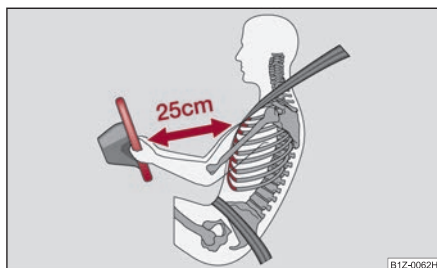

Fig. 145 Distancia de segu-
- El conductor se ha de mantener a una distancia mínima de 25 cm del volante ⇒ fig. 145. Si no respeta la distancia mínima, el sistema de airbag no puede protegerle - ¡Peligro mortal!